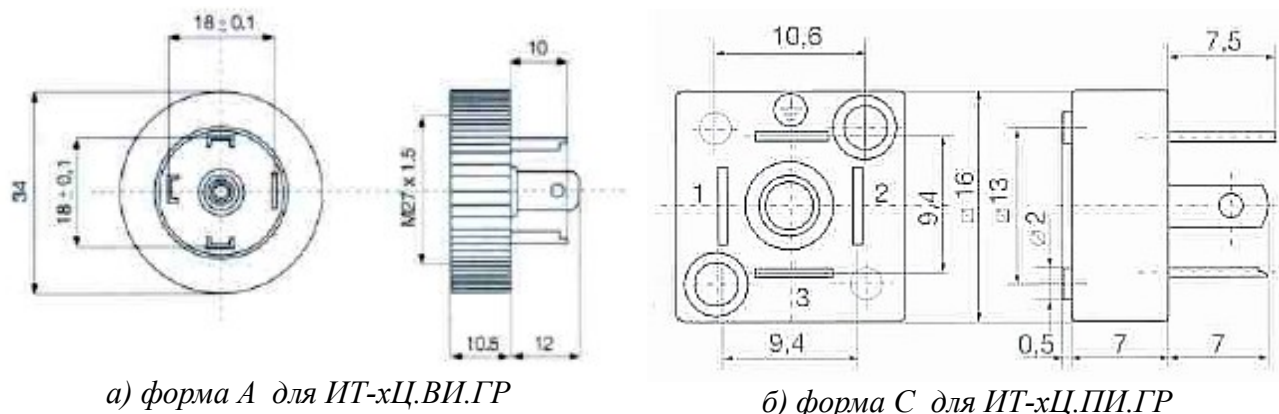

Рисунок 3 - База для соединителя электрического DIN 43650 (ISO 4400)
- Отвернуть и вынуть фиксирующий винт электрического соединителя (**Рисунок 2**). Снять соединитель с базы (**Рисунок 3**) и выдвинуть его контактную часть, толкая хвостовик в отверстие установки фиксирующего винта.